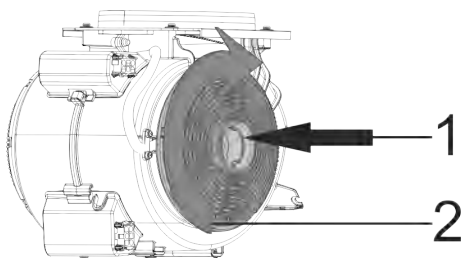

Fig. 6: KUL10 & KUL13
- 1- Montera kolfiltren på motorns sidor (Fig. 6).
- 2- Skruva fast kolfiltren ordentligt medurs för att låsa dem på plats (Fig. 6).